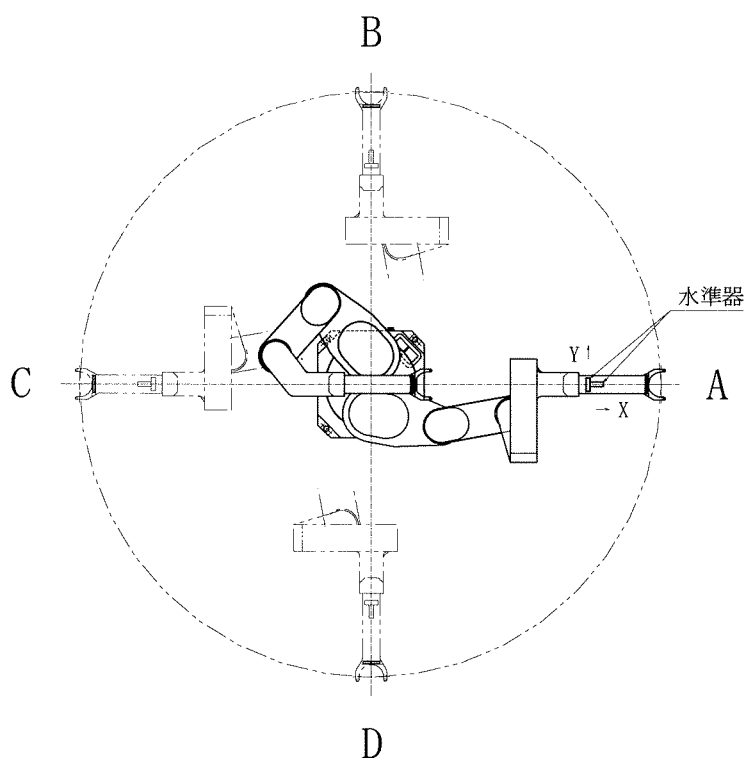

図 5. 搬送位置でのレベル調整
(図 5 参照)
(2) お客様装置の各搬送ポイント (図 5 ではA～Dとする) までアームを伸ばしチャックに設置した水準器が水平になるように図 4 のリストブロック調整タップにて調整を行います。